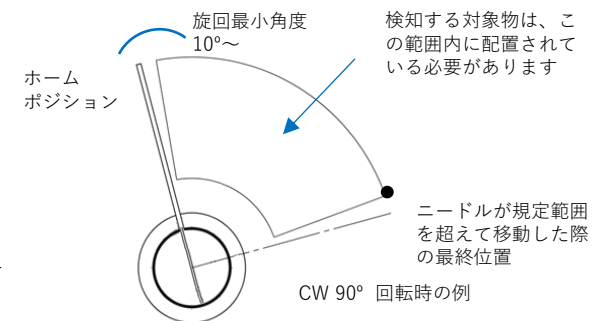

図11：ニードル検出範囲
- 適切な検知を行うため、ニードルは10°以上回転して対象物に接触するようにしてください（図11参照）。ツールが破損している場合や対象物が存在しない場合、ニードルは回転角の終端まで回転しません。その後、ニードルはホーム位置に戻り、新たなコマンド（リセットまたはスタート）の指示が来るまで待機します。